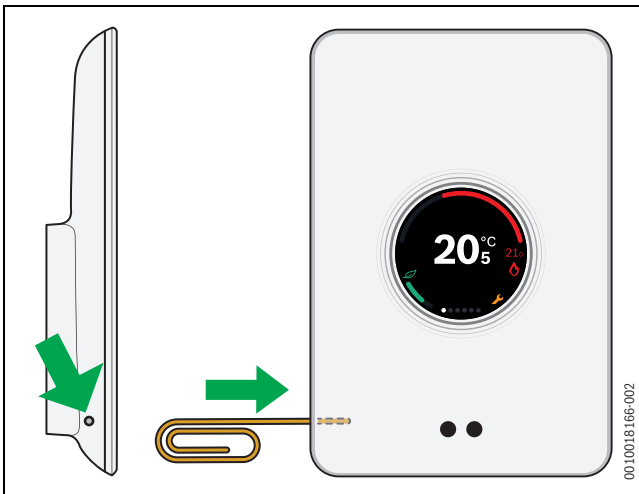

Рис. 20 Hard-Reset
- ▶ Нажмите кнопку Reset (→ рис. 20) и удерживайте нажатой несколько секунд.